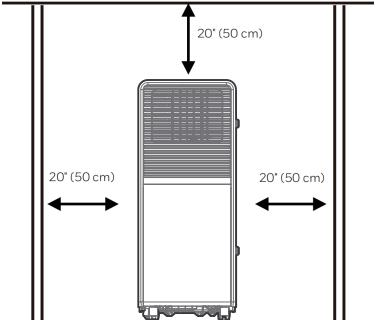

Fig. 4
- Przenośna klimatyzacja powinna być zainstalowana w wolnym i niezagłębionym miejscu. Nie blokuj wyłotu powietrza, a wymagany odstęp wokół urządzenia powinien wynosić co najmniej 50 cm. (Patrz rys. 4)
- Et bærbart klimaanlegg bør installeres på et fritt og uforstyrret sted. Ikke blokkér luftutløpet, og den nødvendige avstanden rundt enheten bør være minst 50 cm. (Se Fig. 4)
- En bärbar luftkonditionering bør installeres på en fri och ostörd plats. Blockera inte luftutløpet, och det erforderliga avståndet runt enheten ska vara minst 50 cm. (Se Fig. 4)